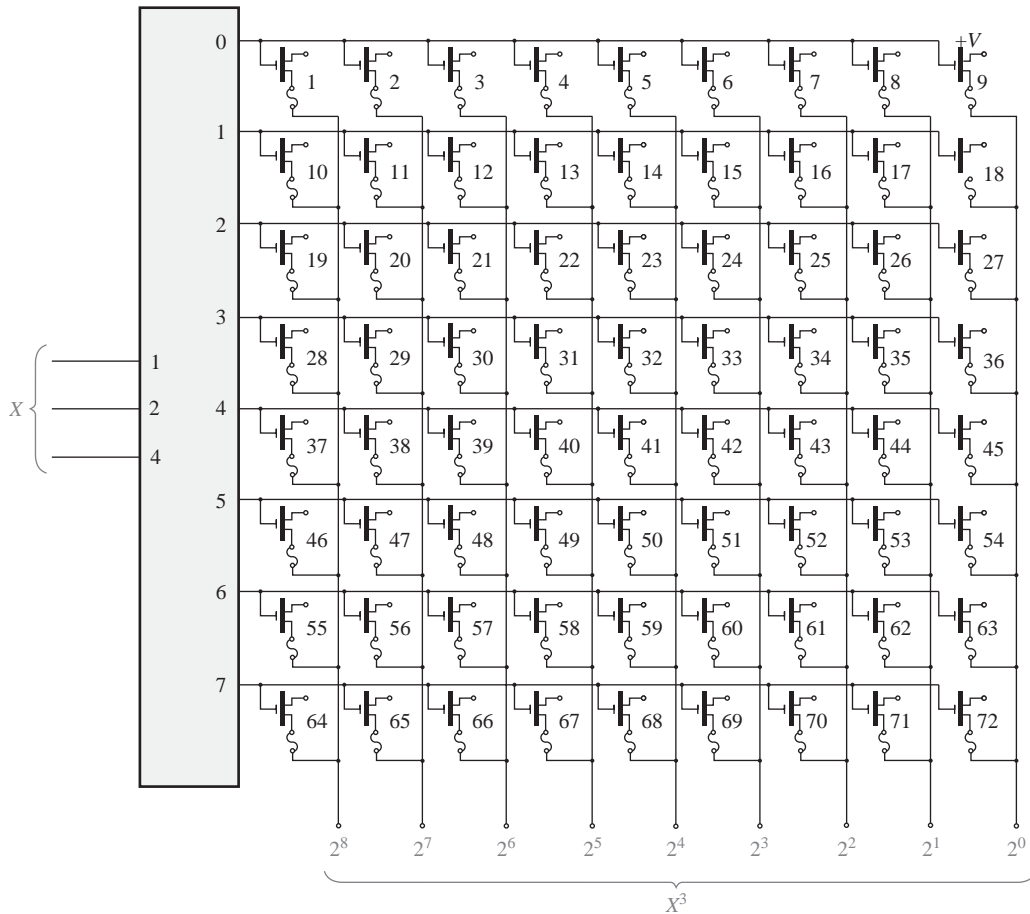

FIGURA 10.83
15. Suponer que la matriz PROM de la Figura 10.83 se programa fundiendo un hilo fusible para crear un 0. Indicar los hilos que hay que fundir para programar una tabla índice para la operación  $X^3$ , donde  $X$  es un número de 0 a 7.